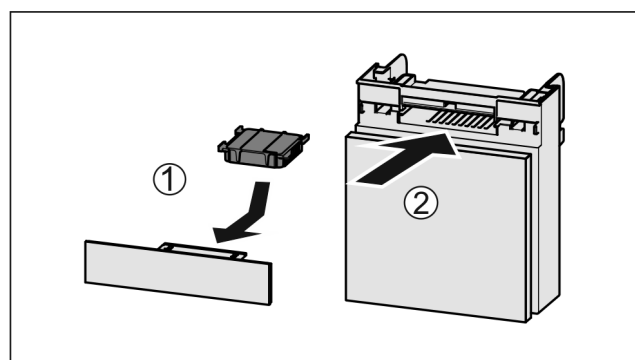

Fig. 246
- ▶ Aktivkohlefilter nach Abbildung einsetzen Fig. 246 (1).
- ▶ Fach einschieben Fig. 246 (2).